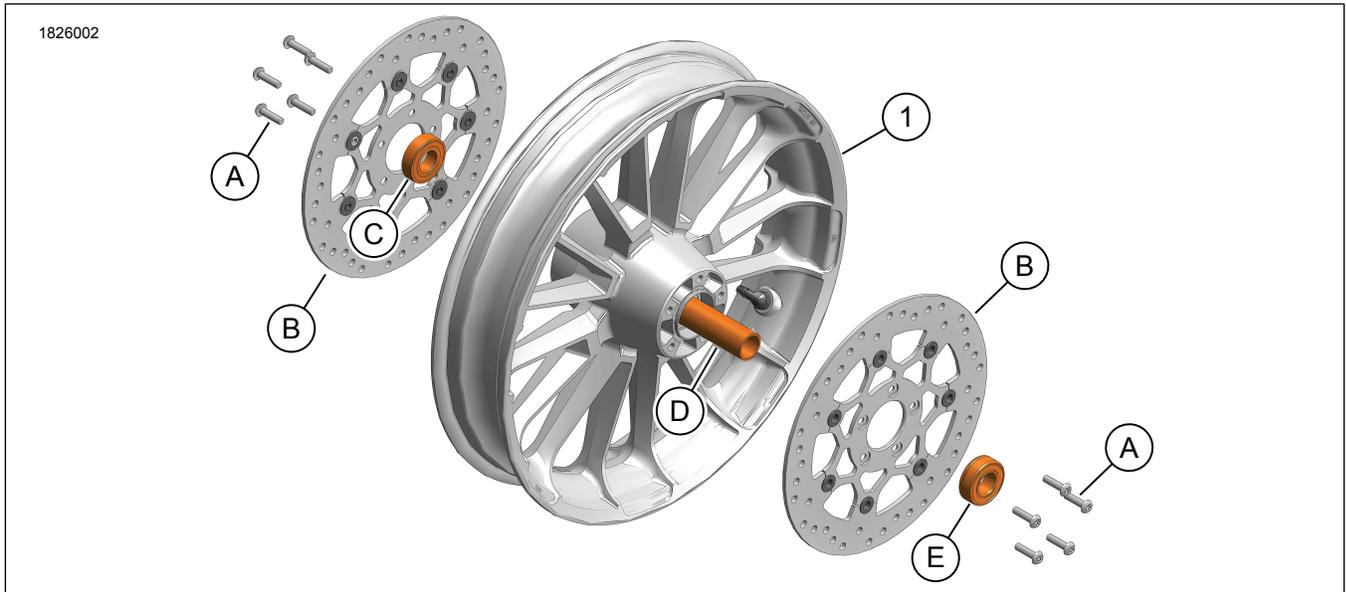

Figura 1. Contenuto del kit: Roulette HD 19 pollici Ruota
2. Vedere la figura 1. Rimuovere i rotori del freno anteriore.
- a. Rimuovere le viti (A).
- b. Rimuovere i rotori del freno anteriore Componente originale (B).
5. Rimuovere il distanziale del cuscinetto della ruota (D).
3. Vedere la figura 1. Installare il distanziale del cuscinetto (D) e i nuovi cuscinetti ruota sigillati (C, D).